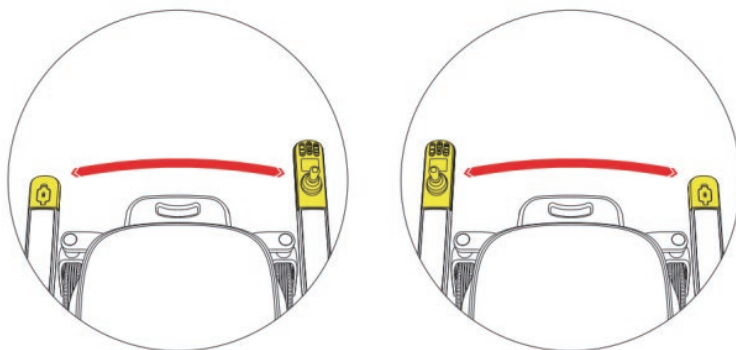

Abbildung 4.5.1
Schritt 3: Tauschen Sie das linke und das rechte Steuergerät aus, schließen Sie den Kabelbaum an, setzen Sie das linke und das rechte Steuergerät in den Kartensteckplatz der Armlehnensteuerung ein, und verwenden Sie den Innensechskantschlüssel, um die Innensechskantschrauben zu sichern. (Wie in Abbildung 4.5.1 dargestellt)